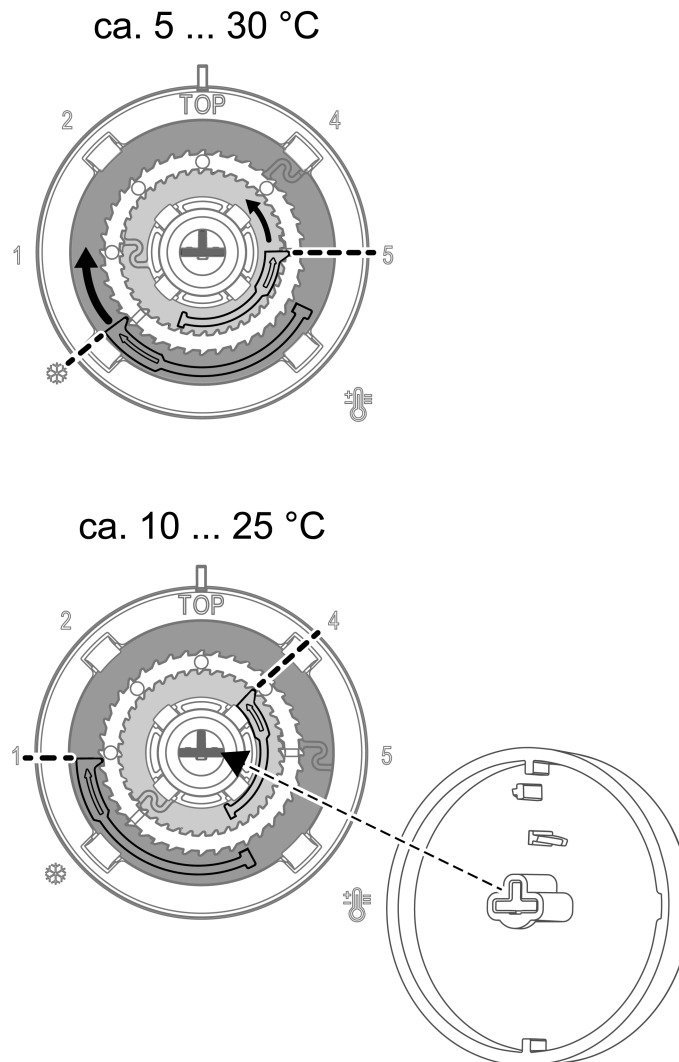

рисунок 4: Настройка ограничения температуры (до/после)
- Отожмите кнопку управления на центральной плате, чтобы увидеть установочные кольца (см. рисунок 4).
- Снова установите кнопку управления, соблюдайте кодировку (рис. 4, внизу) кнопки управления и поворотной оси.